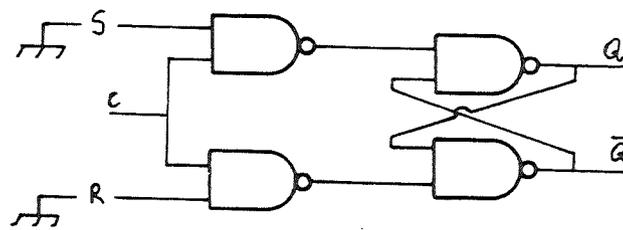

Figura 7.2.
2.2. Montar o multivibrador biestável RS sincronizado da figura 7.2 indicando o CI utilizado e o número da pinagem.
2.2.1. Com o clock em nível lógico 1 ($c = 1$) e as entradas em nível lógico 0 ($S = R = 0$) verificará as condições iniciais (Q e \bar{Q}) do flip-flop da figura 7.2. e montar a tabela verdade (tabela 7.1) para esse multivibrador.